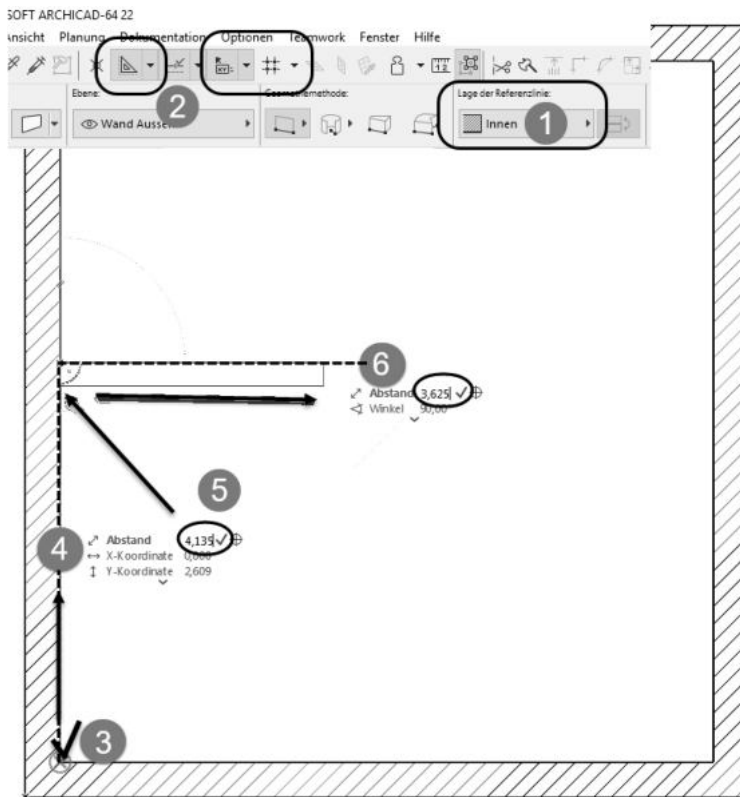

Abb. 1.39: Koordinateneingabe entlang Hilfslinie und TRACKER-Eingabe für zweiten Punkt einer Wand (RMK – Rechts-Maus-Klick)
3. fahren Sie die Ecke unten links an (Abbildung 1.39), bis das Häkchensymbol erscheint und die Wand-Innenecke hellblau umkringelt wird,